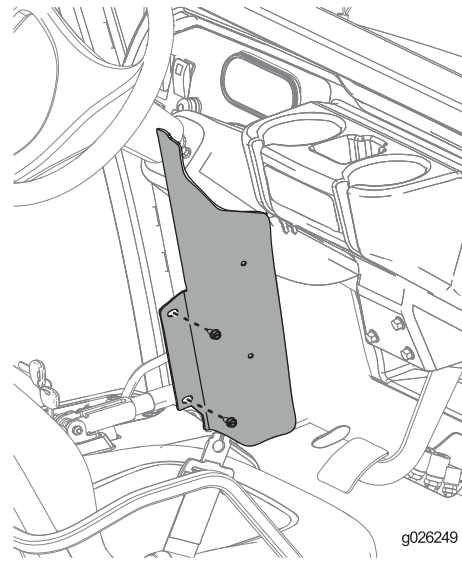

Figura 46
3. Montate i pannelli delle piastre laterali su ciascun lato della macchina utilizzando 2 bulloni (1/4") come mostrato in Figura 46.